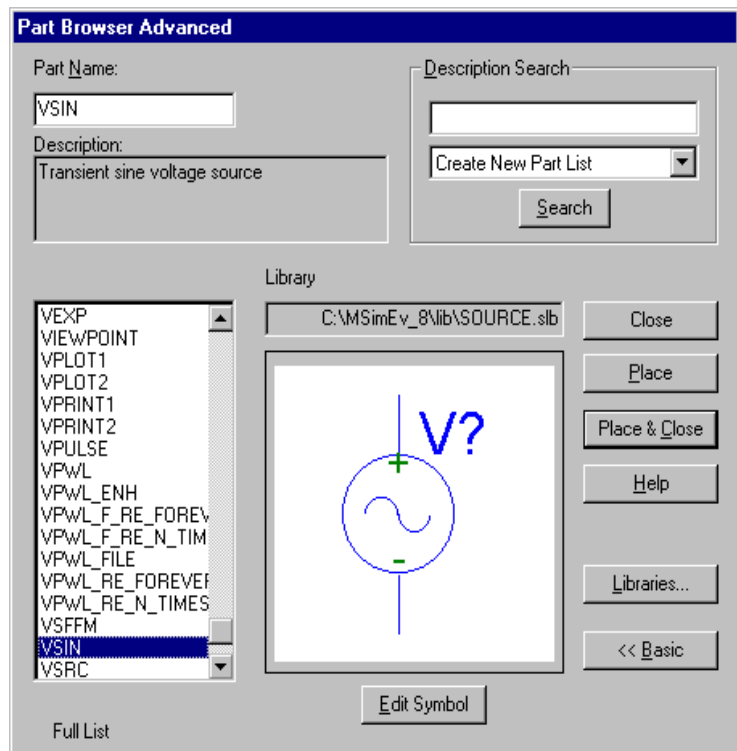

Figura 1.4. Ventana avanzada de librería de Schematics
- **Advanced>>** : Haciendo click en este botón, se habrá una ventana avanzada de la librería como la mostrada en la figura 1.4 en la cual además se edita el símbolo del componente seleccionado. Es recomendable usar esta ventana al seleccionar componentes para el diseño del circuito.
Siguiendo con nuestro ejemplo, en la figura 1.4 se ha seleccionado una fuente sinusoidal. Una vez seleccionado el componente se hace click en **Place** (en caso de querer mantener activa la ventana de librería) o en **Place & Close** (para cerrar esta ventana), y arrastramos el mouse sobre la ventana de **Schematics** hasta el sitio donde queremos colocar el componente y hacemos click. Podemos colocar este componente tantas veces como queramos con solo hacer click con el mouse. Para obviar el componente seleccionado, presionamos la tecla ESC...